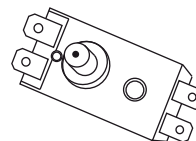

Рис. 16
- для вертикальных водонагревателей серии FE1/FE3/FE5: открутить гайку крепления термовыключателя, закрепленного на фланце ТЭНа, перевернуть термовыключатель и нажать до щелчка кнопку, расположенную по центру термовыключателя; (рис.16);